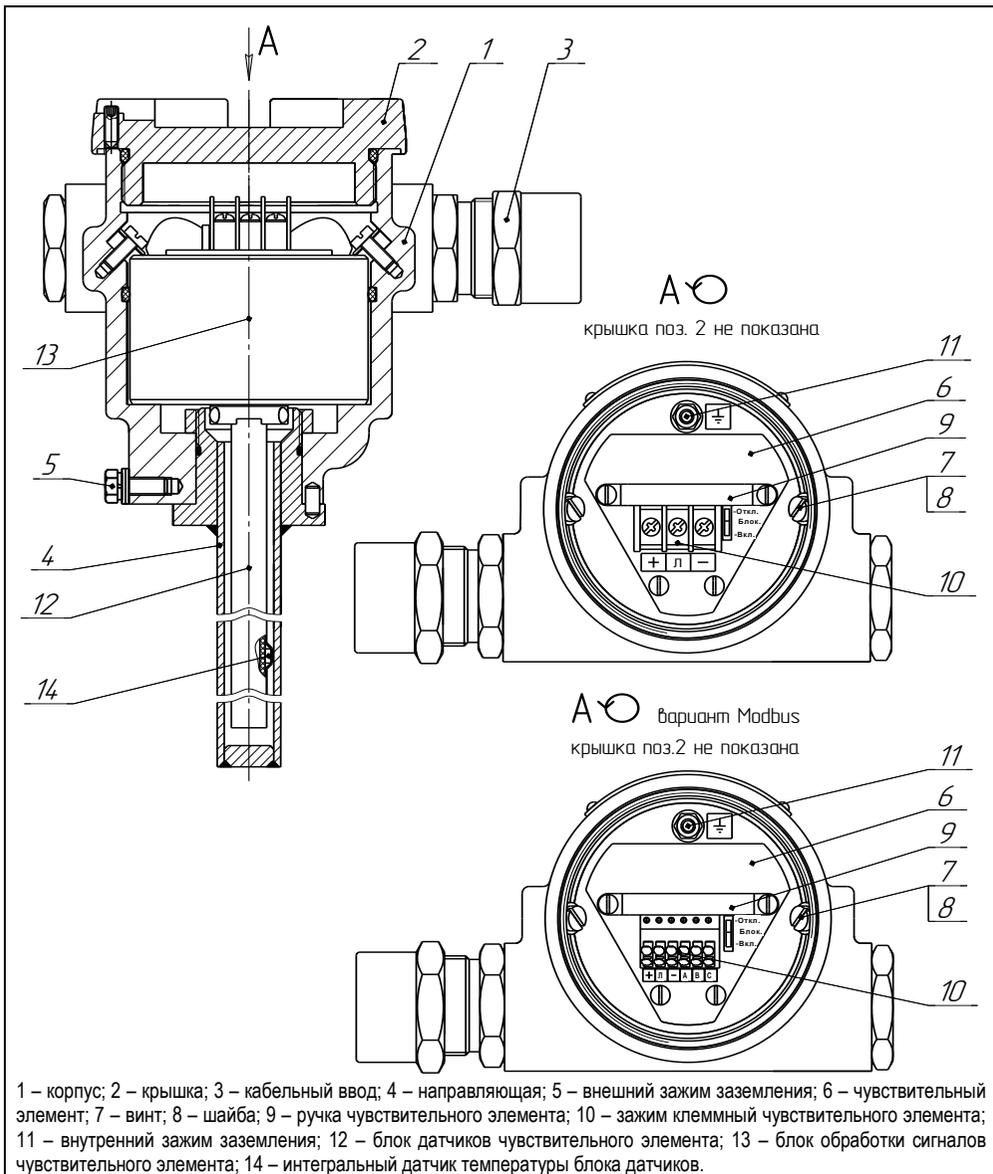

Рисунок 4
1.5.1 Корпус 1 преобразователя с крышкой 2, кабельными вводами 3 и направляющей 4 образуют взрывонепроницаемую оболочку преобразователя (см. рисунок 4). На направляющей устанавливаются устройство крепления, поплавок и ограничители хода поплавков (см. рисунок 1).
Оболочка на корпусе имеет наружный зажим заземления 5 (см. рисунок 4).